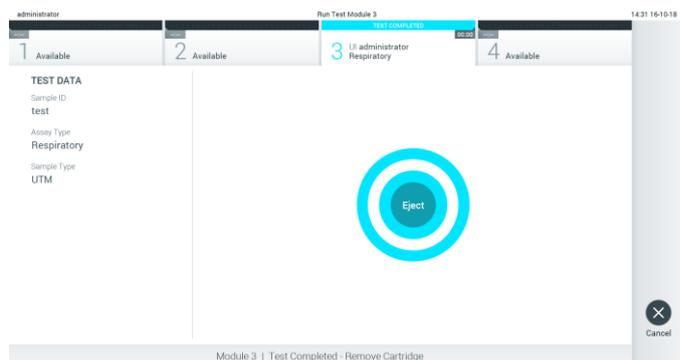

Figura 29. Apresentação do ecrã Eject (Ejetar).
10. Após a conclusão da execução do teste, é apresentado o ecrã Eject (Ejetar) (Figura 29). Prima  Eject (Ejetar) no ecrã tátil para remover o cartucho de ensaio QIAstat-Dx e o eliminar como resíduo biológico perigoso, em conformidade com todos os regulamentos e leis nacionais, estatais e locais, em matéria de saúde e segurança.